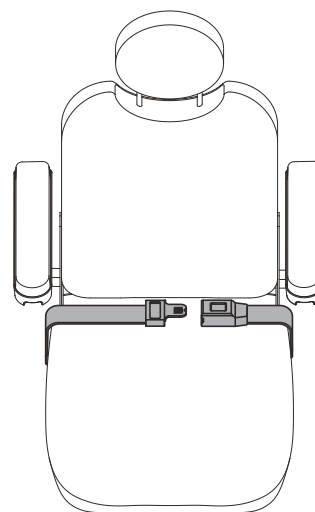

Figure 13. Ceinture de positionnement
Votre fauteuil motorisé peut être équipé d'une ceinture de positionnement réglable pour un meilleur confort. **Voir la figure 13.** La ceinture de positionnement, réglable, a été conçue pour soutenir et empêcher tout glissement vers le bas ou vers l'avant une fois assis. La ceinture de positionnement n'a pas été conçue pour être utilisée comme ceinture de sécurité.
1. Prenez place sur le siège, insérez la patte métallique d'un côté dans le boîtier de la boucle du côté opposé jusqu'à ce que le «clic» se fasse entendre. **Voir la figure 13.**